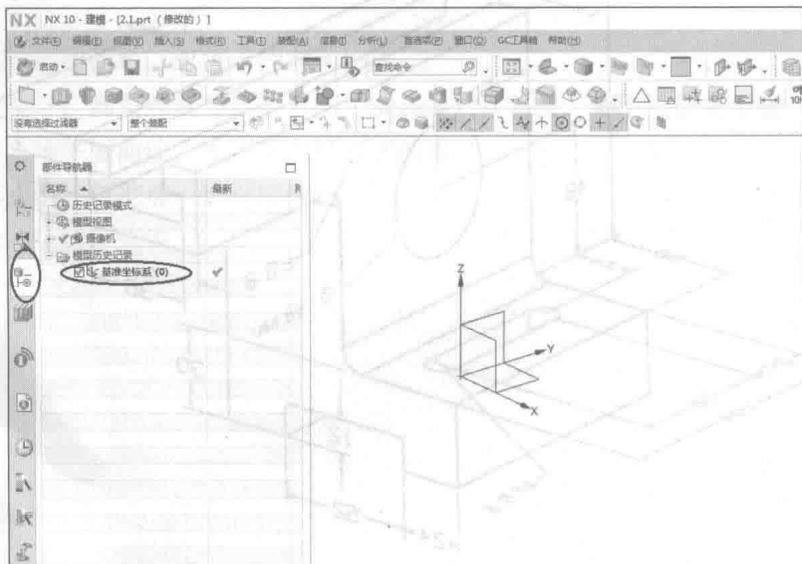

图 2-3
单击窗口左边第三个部件导航器图标→勾选并右击“基准坐标系 (O)” → “显示”，绘图区域出现基准坐标系，如图 2-3 所示。